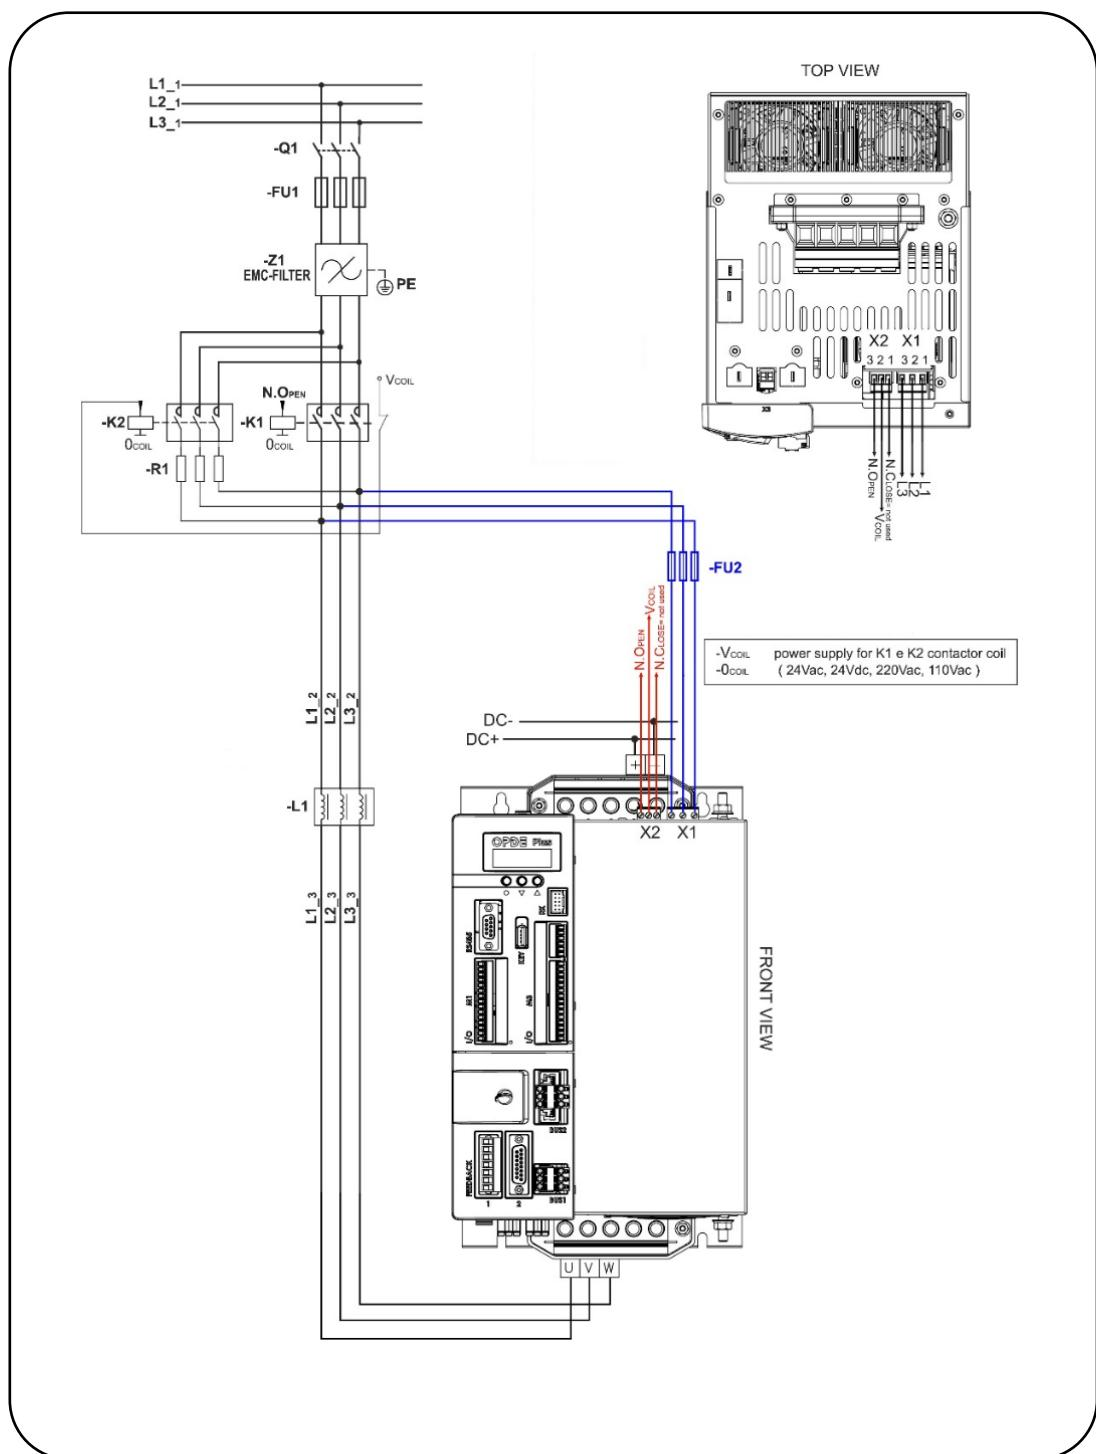

FIG. 23- Connessione alla rete dell'FFE / FFE Main connection
- Rimuovere le ventole di raffreddamento del radiatore premendo le alette del supporto e tirandolo all'esterno (**FIG.23**); disconnettere poi il cavo di alimentazione dall'apposito connettore.
- Remove the heatsink cooling fan by push and pull the fan support (**FIG.23**); disconnect the power supply cable from the connector.